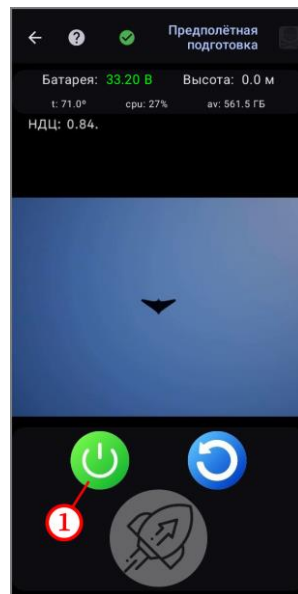

Рисунок 41
- Для **запуска** работы моторов необходимо нажать на кнопку  (рисунок 41, шаг 1). Кнопка изменит вид на .